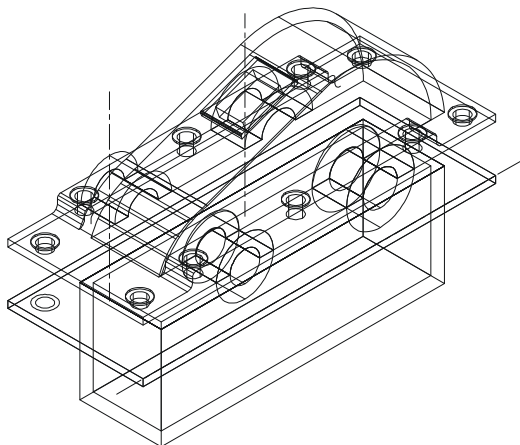

图 12-2-4
STEP 04 利用箱盖和箱体的配合性，在箱盖的一侧画上凸台和凸台孔的四个圆柱体，如图 12-2-4 所示。